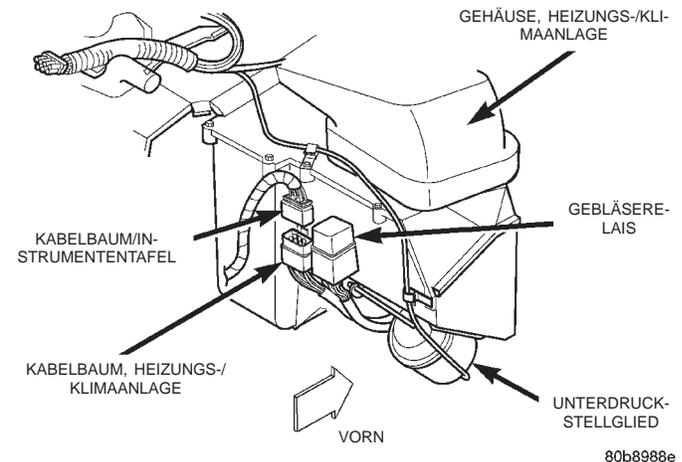

Abb. 42 Gebläserelais aus- und einbauen
- (1) Batterie-Minuskabel (-) abklemmen und elektrisch isolieren.
- (2) Handschuhfach von der Instrumententafel abbauen. Näheres hierzu siehe Kapitel 8E, "Instrumententafel und Anzeigeeinstrumente".
- (3) Durch die Handschuhfachöffnung greifen und das Gebläserelais freilegen. Das Relais befindet sich oben rechts neben dem Kabelbaum der Instrumententafel (Abb. 42).